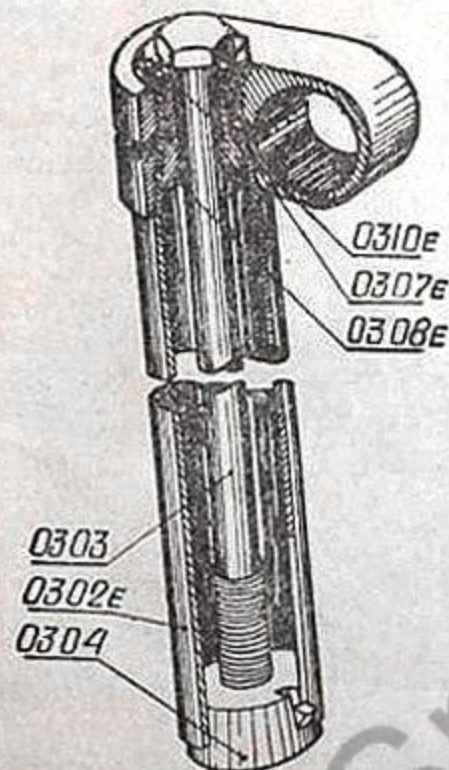

Рис. 3. Устройство поворотного руля.
Руль (рис. 3) состоит из пустотелого стержня 0302Е, на конусной части которого находится вынос руля 0307Е, охватывающий посредством двух вкладышей 0309Е трубу руля 0301А с ручками 0306.
- Крепление руля в стержне передней вилки осуществляется путем расклинивания нижней части стержня руля 0302Е распорным конусом 0304, который затягивается болтом 0303 (рис. 3).